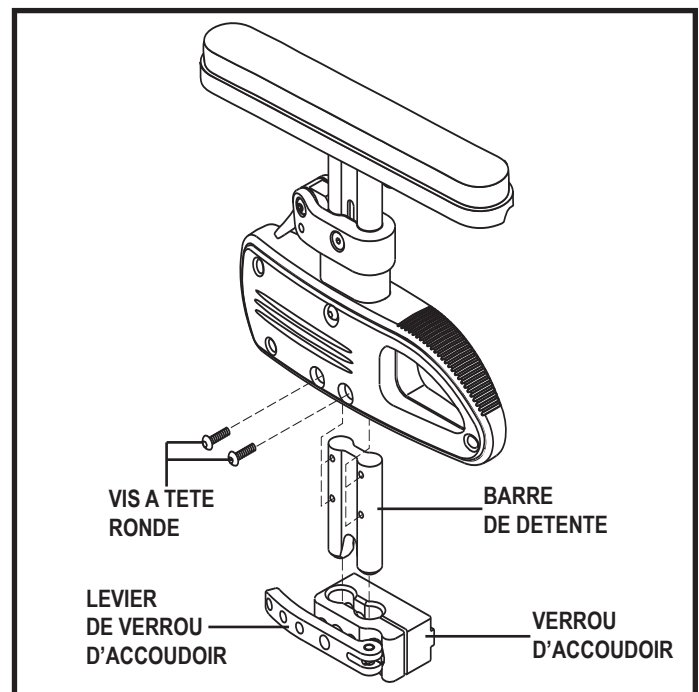

Figure 28. Réglage hauteur inférieure accoudoir format enfant montant unique à réglage rapide de la hauteur
2. Retirez les deux vis à tête bouton sur la barre de détente. **Voir la figure 28.**